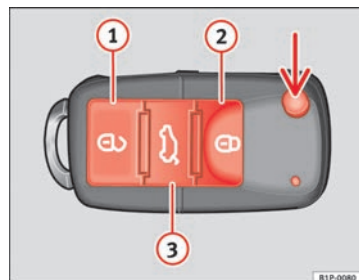

Fig. 63 Teclas de la llave con mando a distancia
Con la tecla $\Rightarrow$ fig. 63 (flecha) del mando, se desbloquea el paletón de la llave.
Desbloqueo del vehículo $\Rightarrow$ fig. 63 ①.
Bloqueo del vehículo $\Rightarrow$ fig. 63 ②.
Desbloqueo del portón trasero. Pulse la tecla $\Rightarrow$ fig. 63 ③ hasta que todos los intermitentes del vehículo parpadeen brevemente. Al pulsar la tecla de desbloqueo $\Rightarrow$ fig. 63 ③, dispone de 2 minutos para abrir el portón. Una vez transcurrido este tiempo se bloqueará de nuevo.
Además, el testigo de la pila de la llave $\Rightarrow$ fig. 63, parpadea.
Pulsando una vez la tecla $\Rightarrow$ fig. 63 ①, se abrirá sólo la puerta del conductor, permaneciendo el resto cerradas.
Pulsando dos veces la tecla  ⇒ **página 105, fig. 63** , se desbloquearán todas las puertas.
- Pulse la tecla  ⇒ **página 105, fig. 63** del mando a distancia.